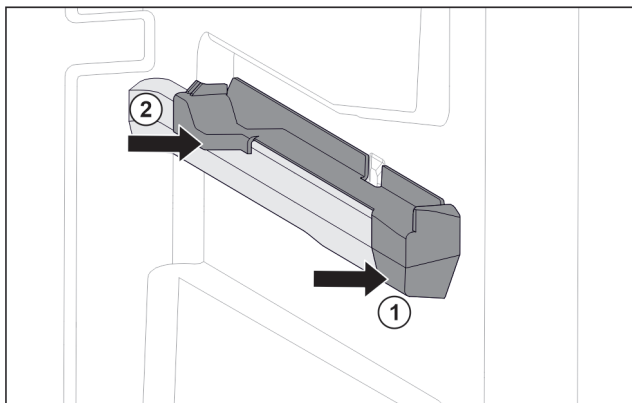

Fig. 221 Pjesa kapëse në brinjën e djathtë të kutisë
- Vendosni pjesën kapëse përpara në brinjën e kutisë. Fig. 221 (1)
- Shtyni pjesën kapëse në pjesën e pasme. Fig. 221 (2)